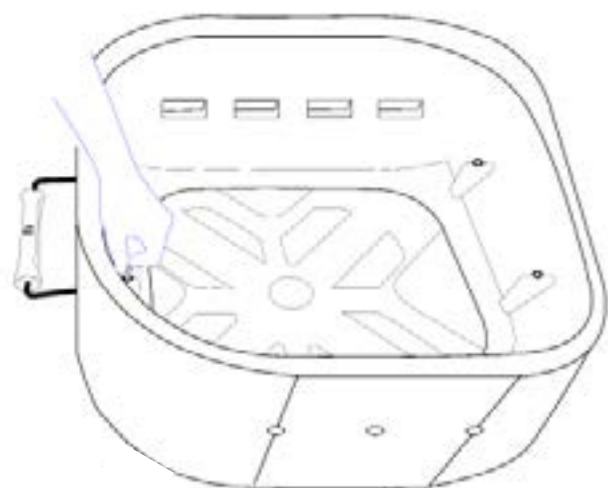

fig 4
passo 6 : Aparafusar cuidadosamente com a chave fornecida. Também o pode fazer com uma chave de fendas ou com uma chave de fendas T30. Tenha cuidado, se for demasiado rápido, pode danificar LOLA A pega deve ser sólida e estável. (fig. 4)